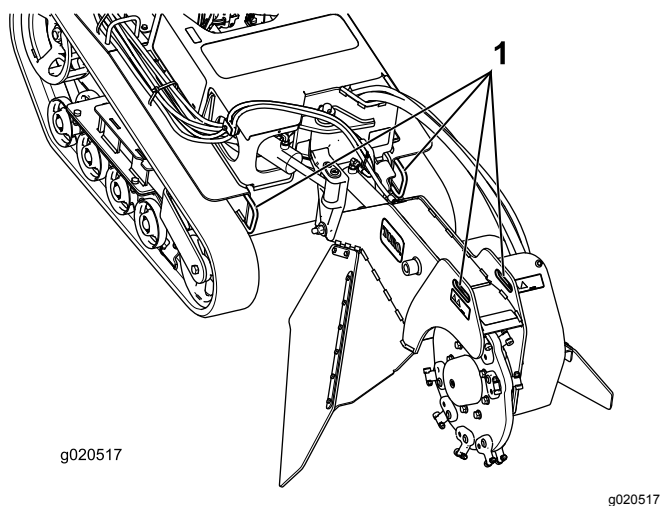
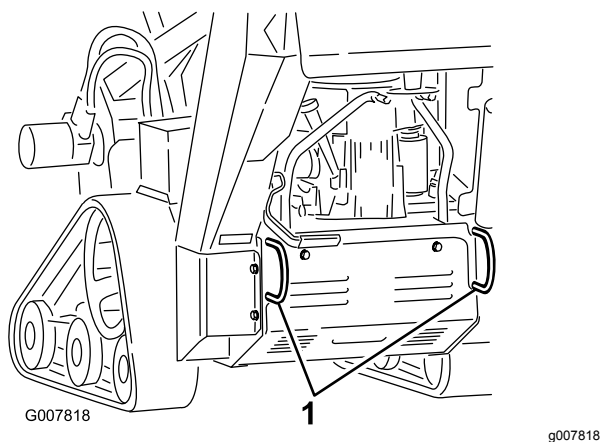

Figure 21
Figure 22
3. Pour arrimer la machine sur une remorque, passez des chaînes ou des sangles dans les points d'attache/de levage situés à l'avant et à l'arrière de la machine (Figure 21 et Figure 22). Reportez-vous aux ordonnances locales concernant les exigences d'arrimage et de remorquage.
Vous pouvez soulever la machine en vous servant des points d'attache/de levage (Figure 21 et Figure 22).